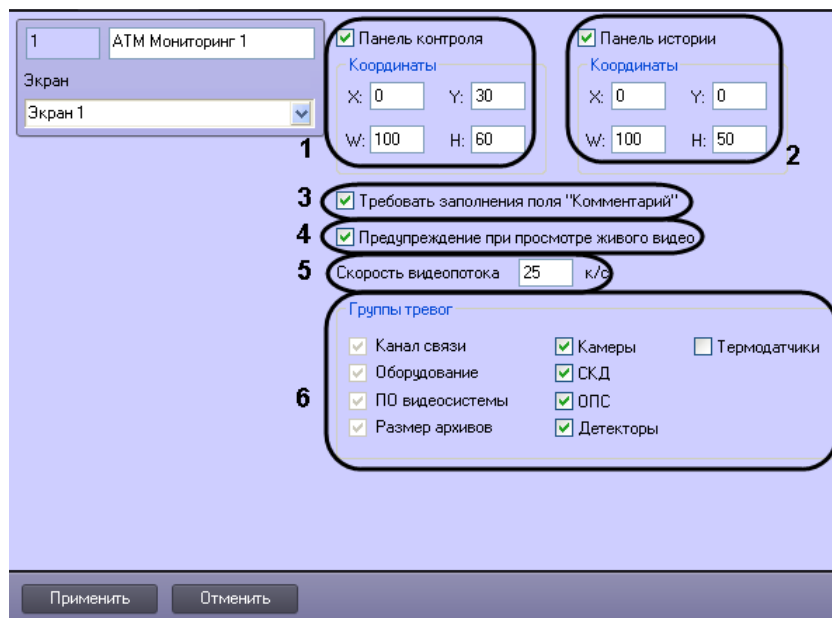

Рис. 10.1—1 Настройка интерфейсного объекта ATM Мониторинг
1. Перейти на панель настройки объекта **АТМ Мониторинг** (Рис. 10.1—1).
2. В случае, если необходимо отображать **Панель контроля**, необходимо установить флажок **Панель контроля** и задать координаты ее отображения на экране (см. Рис. 10.1—1, 1).
3. В случае, если необходимо отображать **Панель истории**, необходимо установить флажок **Панель истории** и задать координаты ее отображения на экране (см. Рис. 10.1—1, 2).
4. В случае, если требуется, чтобы при приеме тревоги Оператор прокомментировал эту тревогу и/или свои действия, необходимо установить флажок **Требовать заполнения поля "Комментарий"** (см. Рис. 10.1—1, 3). Данный комментарий впоследствии можно посмотреть в журнале событий, в котором также указывается Оператор, принимавший тревогу.